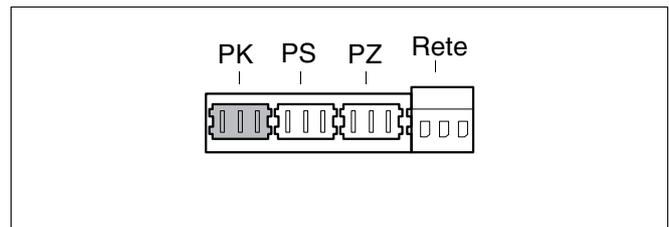
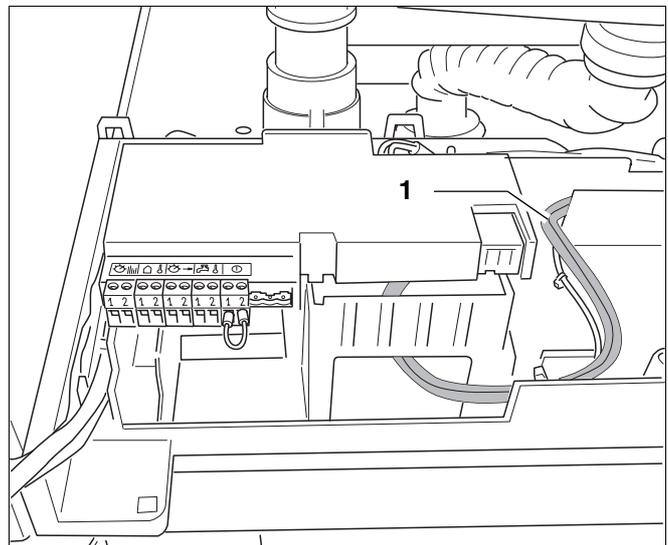
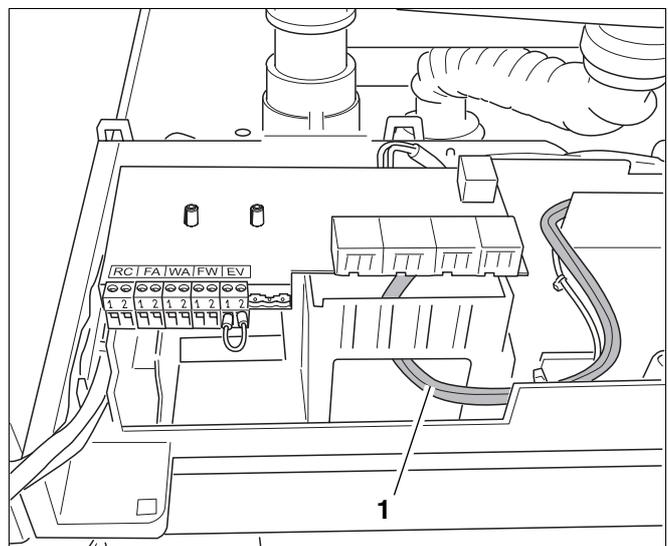

Fig. 38 Morsettiera - Pompa di riscaldamento esterna 230 V (collegamento colore verde).
Fig. 39 Cavo della pompa 230 VAC
Fig. 40 Posa del cavo 230 VAC della pompa verso l'esterno.
Il carico elettrico massimo ammesso in totale sul cavo libero 230 VAC di collegamento alla pompa (fig. 39, **pos. 1**) e sulla presa verde PK (fig. 38) è complessivamente di 250 Watt. Se il consumo è maggiore di 250 Watt è necessario gestirlo a mezzo di un relais aggiuntivo 230/230 V che deve essere installato da un tecnico elettrico/elettronico specializzato.
- Srotolare il cavo 230 VAC (fig. 39, **pos. 1**) e portarlo, passando per la caldaia, all'esterno (fig. 40).